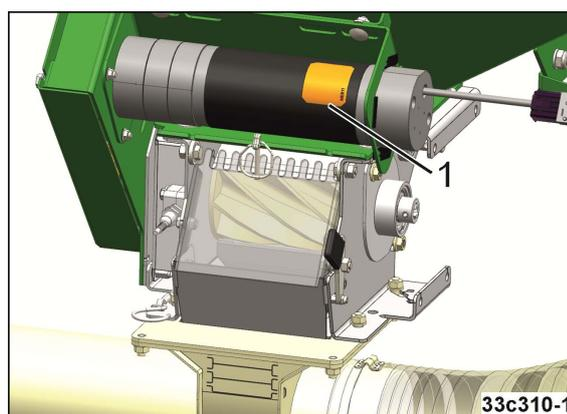

Fig. 76
- **No** limpiar los componentes marcados (Fig. 76/1) con limpiador de alta presión.